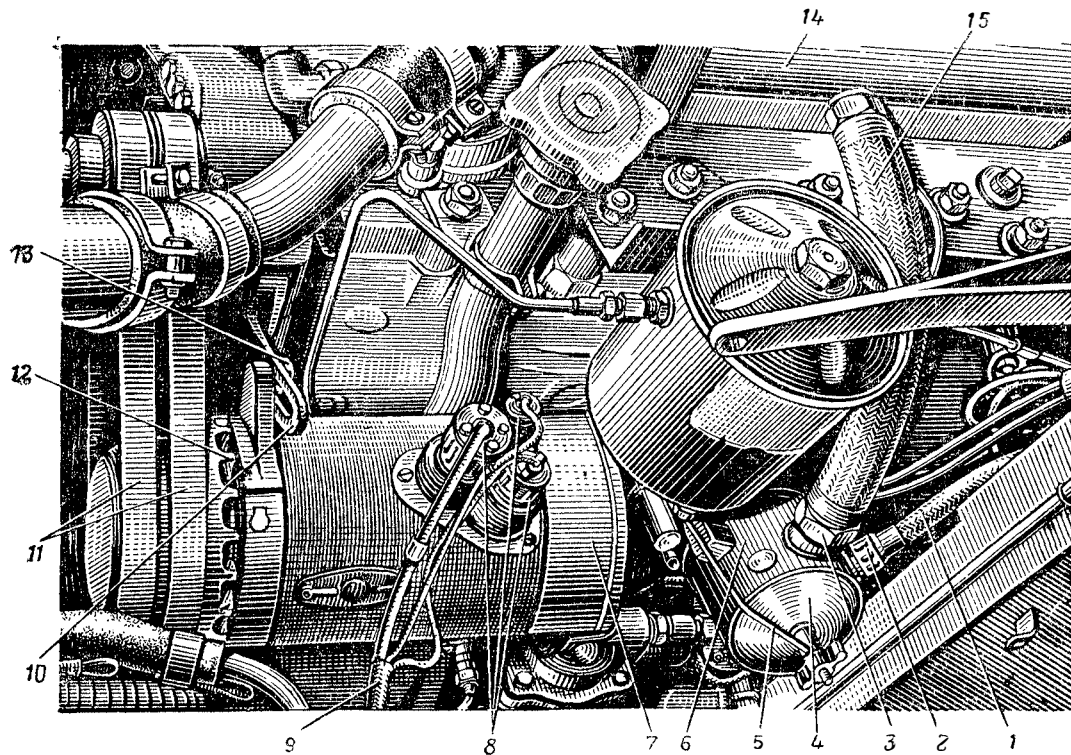

Рис. 72. Установка генератора и распределителя.
2. Расшплинтовать, отвернуть накидные гайки 8 (рис. 72) проводов 9 и вынуть вилки проводов из гнезд штепсельных разъемов.
2. Установить генератор 7 (рис. 72) в сборе с кронштейном на блок цилиндров двигателя и закрепить болтами с пружинными шайбами.
7. Зашплинтовать накидные гайки 8 (рис. 72) проволокой.
2. Откинуть скобу 5 (рис. 72) и снять крышку 4 экрана распределителя.